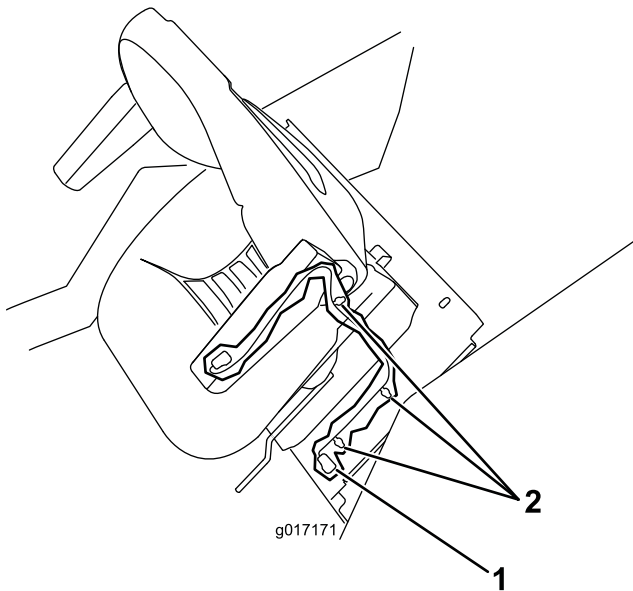

図 1
4. トラクションユニットのハーネスからシートスイッチを外す (図 1)。
5. シート用のワイヤハーネスをシートプレートに固定しているケーブルタイを全て除去する (図 1)。